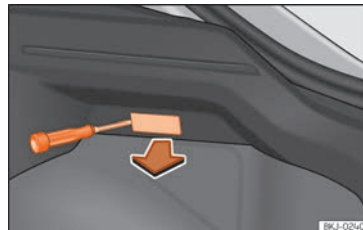

Abb. 113 Gepäckraumleuchte*
- Nehmen Sie das Lampenglas der Glühlampe durch Druck mit einem Schraubenzieher auf dessen Unterkante ab »» **Abb. 113**.